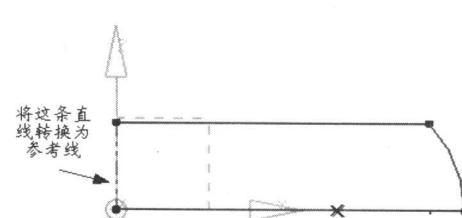

图 1-10
(7) 调用【转换参考线】功能, 将最后完成的直线转换为参考线, 如图 1-10 所示。